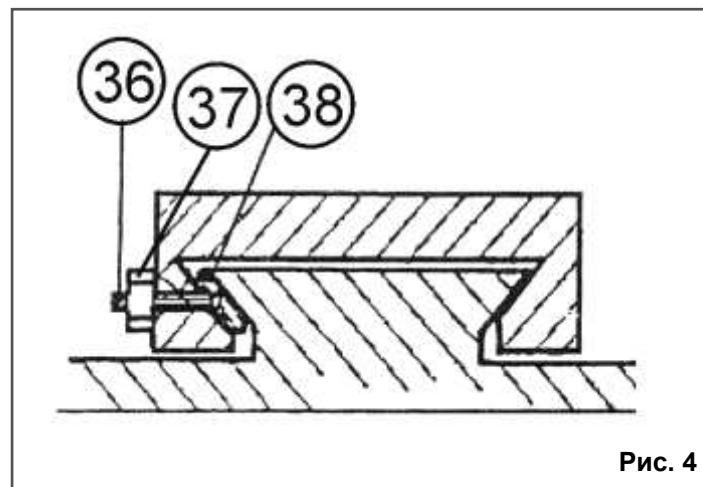

Рис. 4
**9.2. Регулировка перемещения поперечного суппорта (Рис. 4, 5)**